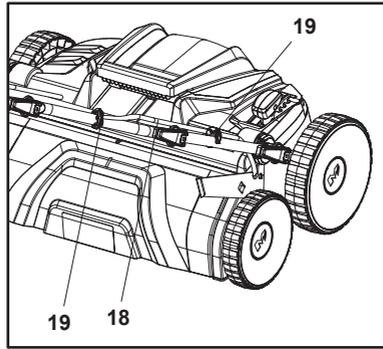

Fig. 3
13. Fixează cablul de interconectare (18) cu două cleme de cablu (19) (Fig. 3).